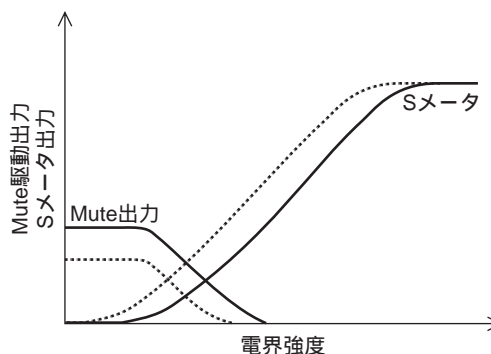

図25 R31可変時
- ・31ピン (Sメータシフト)外付け抵抗値による、Sメータの電界強度方向シフト (図25)。